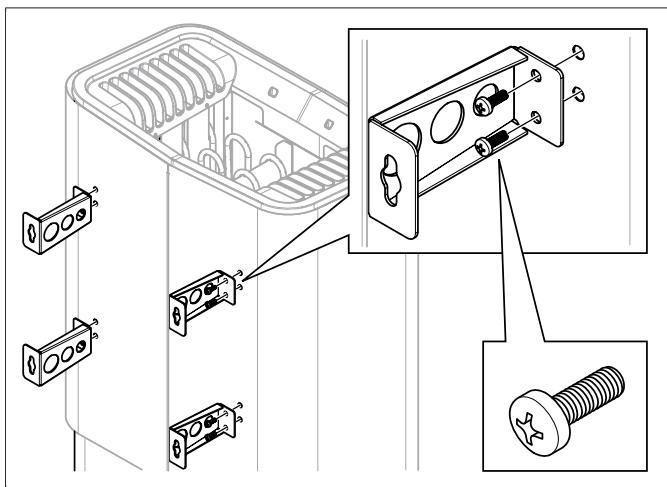

Rysunek 6: Płytki drukowane –
Należy podłączyć kabel elektryczny (1) do zacisku (2) (patrz **Rysunek 6**, Strona 4) zgodnie ze schematem elektrycznym (patrz Sekcja o nazwie **Podłączanie / schemat elektryczny**, Strona 6).